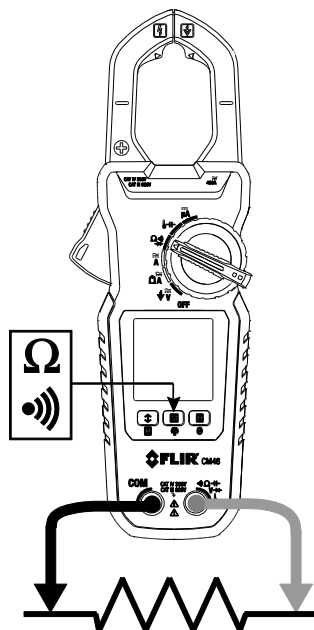

Figure 5-6 Mesures de résistance/continuité
4. Mettez les embouts de la sonde en contact avec le circuit ou le composant testé, ainsi qu'illustré dans la Fig. 5-6.
2. Insérez le fil noir de la sonde dans la borne négative COM et le fil rouge de la sonde dans la borne positive Ω . Veuillez vous référer à la Fig. 5-6 pour trouver un exemple de branchement.